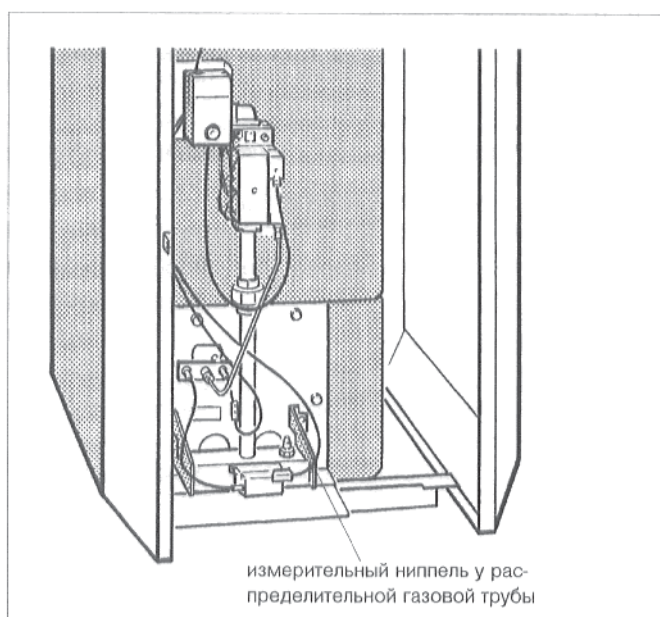

Рис. 34: газовая горелка
- Ослабить запорный винт контрольного ниппеля у распределительной газовой трубы, отвинтив его на два оборота (рис. 34).